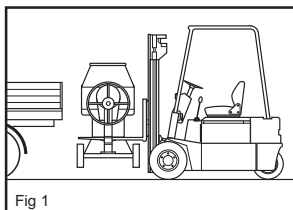
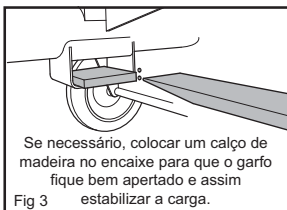

Fig 1
Fig 3
- Para transportar de um local para o outro, deve-se utilizar uma carrinha ou um camião. A betoneira tem um encaixe próprio para o garfo (Fig. 3) localizado por baixo da estrutura principal para permitir a utilização dum empilhador para carregar a máquina (Fig. 1)